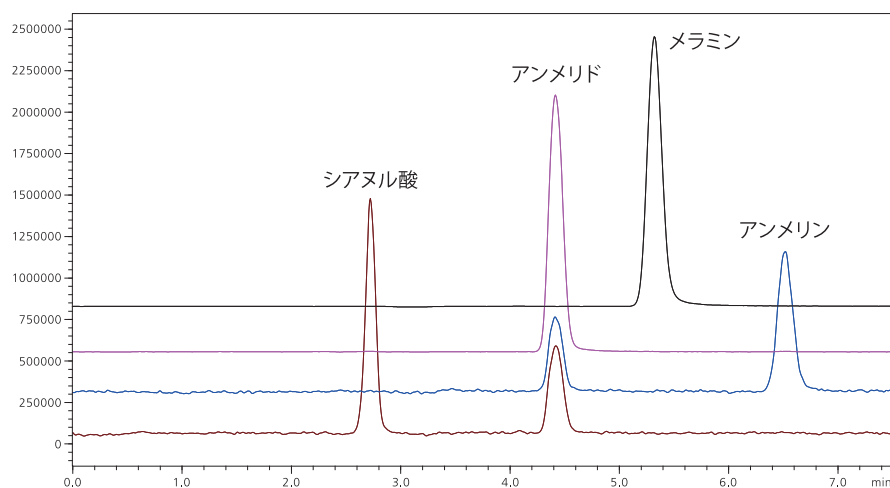

図2 メラミン及び代謝物のクロマトグラム
図2に、島津製作所製LCMS-8040で測定したクロマトグラムの一例を示します。メラミンとその代謝物を一斉分析できるので、効率良くメラミンの代謝挙動を把握することができます。メラミンは含窒素有機物であり、アンモニアを遊離しながら分解するので、実は③の事例のみならず、④の事例にもなっていましたね。このように、排水中有機物の代謝物の挙動を効率的に把握して、最適な生物処理条件を検討する際の判断を効率良く行う上で、LC-MSが非常に役立っています。医薬分野で薬物の人体中での代謝を把握するために、LC-MSが活用されているのと同じように思っています。